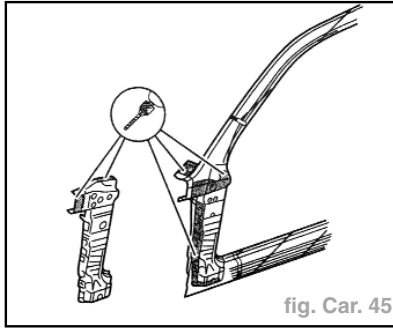

fig. Car. 45
- Reporter les lignes de coupe sur la pièce neuve et découper la zone hachurée (fig. Car. 45).